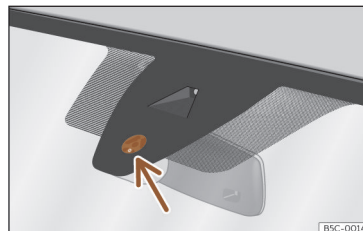

Fig. 98 Superfície sensível do sensor de chuva.
As possíveis causas de anomalias e interpretações erróneas *na zona da superfície sensível*» Fig. 98 do sensor de chuva são, entre outras:
- Limpe regularmente a superfície sensível do sensor de chuva» Fig. 98 (seta) e verifique possíveis danos nas escovas.